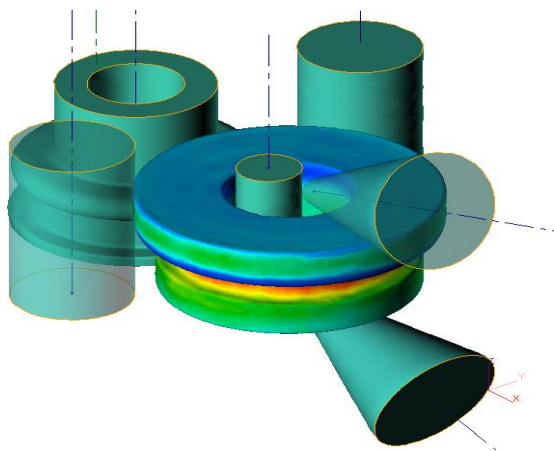

Рис. 4. Моделирование раскатки кольца
- раскатка колец и колес, ротационная вытяжка (рис. 4);